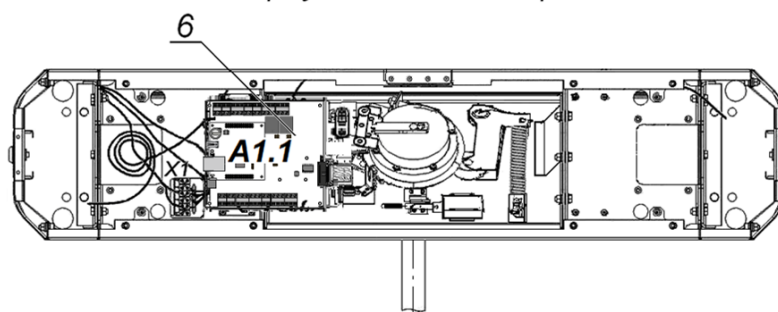

Рисунок 12. Схема прокладки кабелей в стойке ЭП
6. Подготовьте в полу отверстия под гильзы анкеров для крепления стойки ЭП. Установку и крепление стойки производите после прокладки всех кабелей в кабельном канале и внутри стойки. Схема прокладки кабелей в стойке показана на рис. 12.
7. Демонтируйте боковые заглушки (10), открыв ключом замки (11).
9. Снимите крышку стойки ЭП (3) (см. разд. 6).
10. Протяните кабели внутри стойки. Рекомендуемое расположение кабелей при прокладке внутри стойки показано на рис. 12.
17. Выполните заземление стойки ЭП в соответствии с требованиями ПУЭ («Правила устройства электроустановок»). Контакт заземления **Z1** (8, рис. 12) находится за боковой заглушкой стойки (10). Для крепления кабеля заземления на контакте используйте гайку М4.
18. Проверьте правильность и надежность всех электрических подключений. При помощи площадок самоклеящихся и стяжек неоткрывающихся из комплекта поставки закрепите все кабели. После подключения всех кабелей и закрепления стойки на полу установите на место боковые заглушки (10) в порядке, обратном снятию.
19. Установите на место крышку стойки (3) (см. разд. 6). Проведите пробное включение ЭП согласно разд. 9.1.